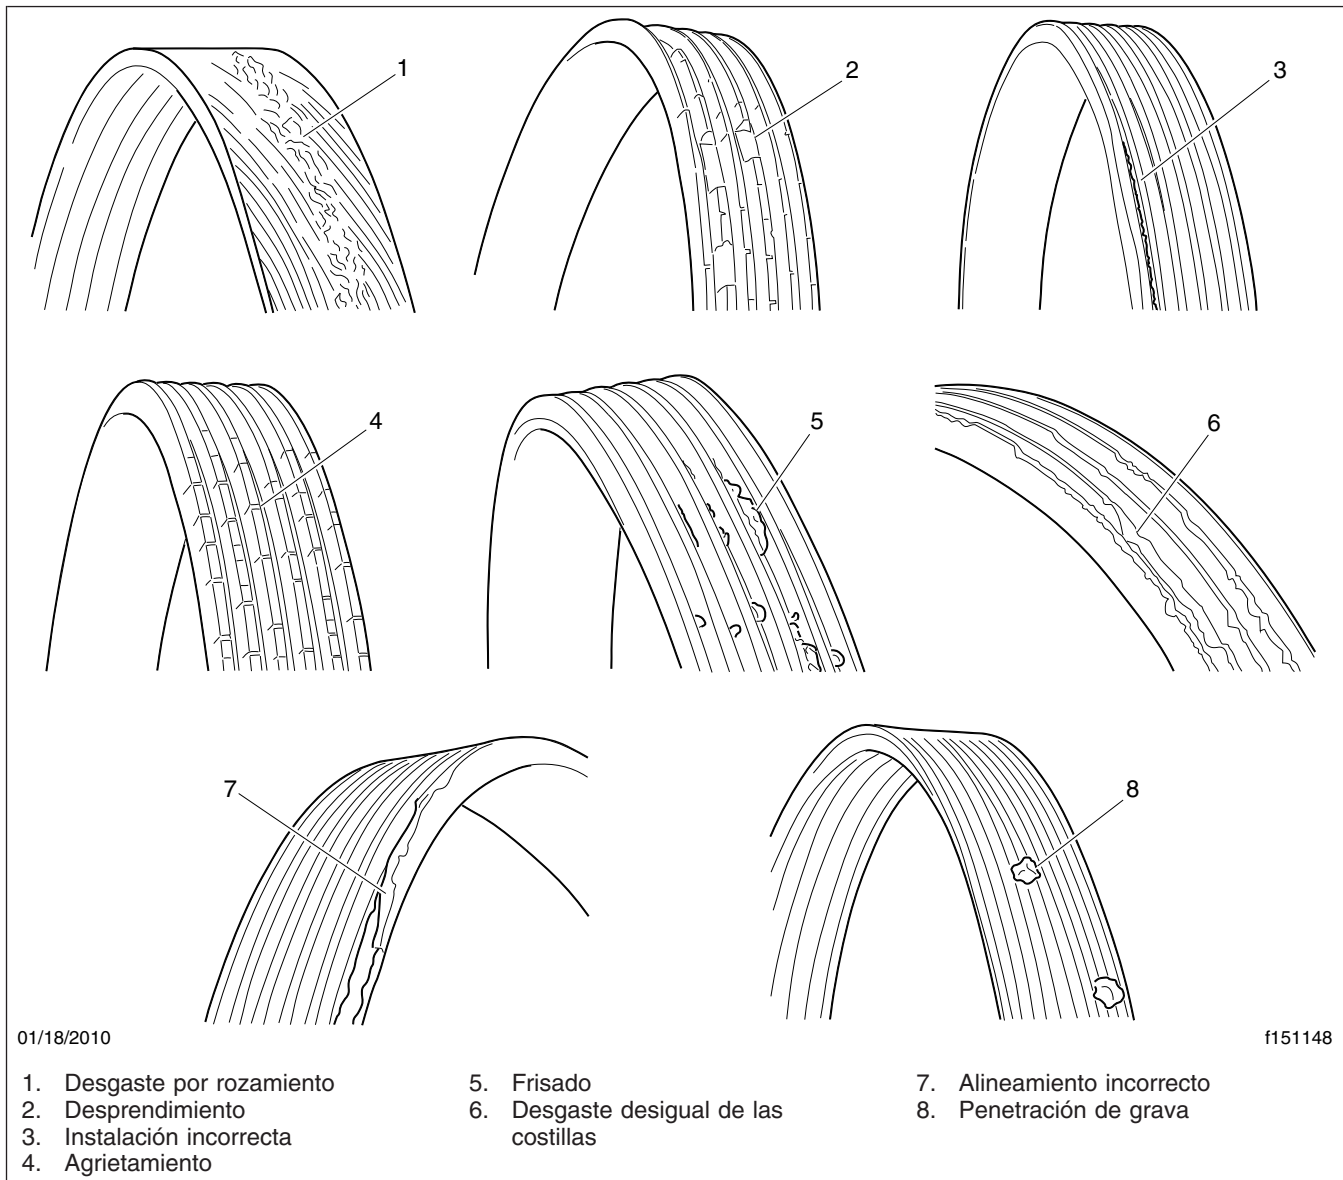

Figura 1, Bandas dañadas
1. Revise las superficies de contacto de las bandas para detectar daños. Vea la Figura 1.